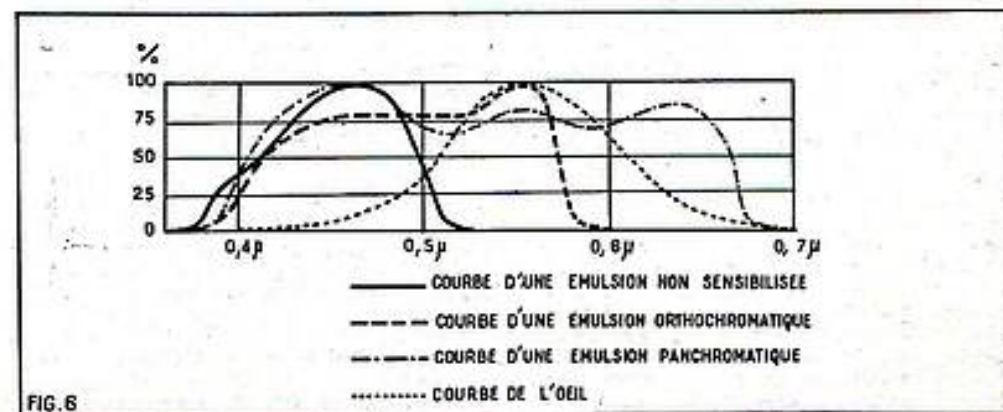

FIG. 6
Pour permettre une meilleure comparaison, nous superposons en figure 6 les courbes de sensibilité chromatique d'une émulsion non sensibilisée, d'une émulsion orthochromatique ainsi que d'une courbe panchromatique. Nous superposons à ces courbes (tracé pointillé) la courbe de sensibilité chromatique de l'œil humain, en adoptant une valeur moyenne, valable pour des éclaircissements moyens. Bien entendu, les ordonnées des différentes courbes ne se correspondent pas et ne permettent pas de comparer la sensibilité en valeur absolue des différentes émulsions et de l'œil (1). Elles sont exprimées en pour cent du maximum de sensibilité. Il ressort de ce graphique que les couches photographiques, même les plus perfectionnées, ont des caractéristiques chromatiques très différentes de celles de notre œil. Cependant un rendu correct des valeurs colorées peut tout de même être obtenu par l'emploi judicieux de filtres. Ces filtres existent dans toutes les teintes et toutes les densités. Nous aurons par la suite l'occasion d'étudier de plus près l'action des filtres et d'en utiliser pour compenser la sensibilité chromatique des cellules photo-électriques. Pour l'instant, nous croyons en avoir dit assez sur les caractéristiques des couches sensibles pour pouvoir aborder l'étude des posemètres proprement dits.
FIG. 6. — Comparaison des courbes de sensibilité chromatique d'une émulsion non sensibilisée, d'une émulsion orthochromatique et d'une émulsion panchromatique. Les trois courbes sont superposées à la courbe de sensibilité chromatique moyenne de l'œil afin de permettre une meilleure comparaison.